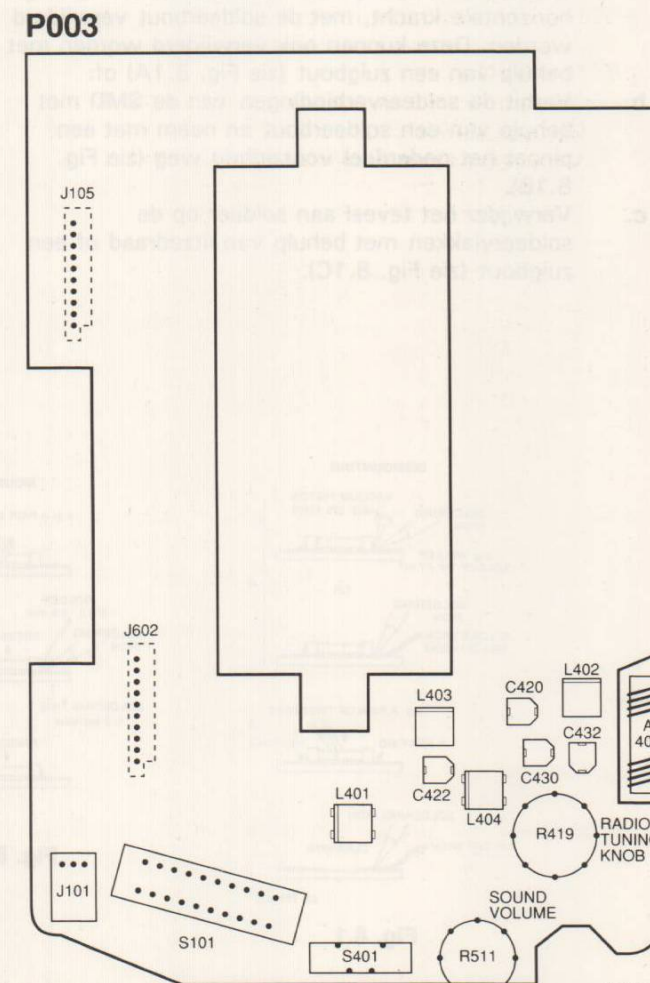

Fig. 7.4
2. Instellingen op het radio paneel (zie fig. 7.4)